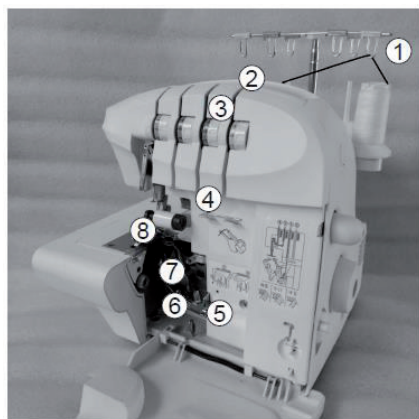

Рис. 3
3. Сначала заправьте нить верхнего петлителя (оранжевого). Следуйте пронумерованному пути на Рис. 3 от 1 до 8.